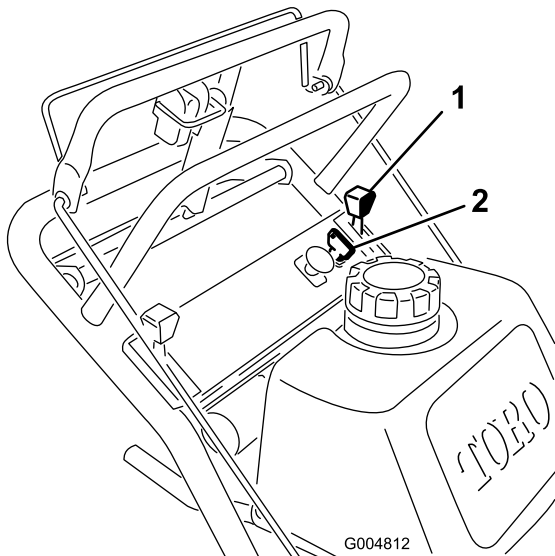

Figura 16
1. Mueva la palanca del acelerador a la posición de **lento** (Figura 16).
3. Haga girar la llave de contacto a **Desconectado** (Figura 16).